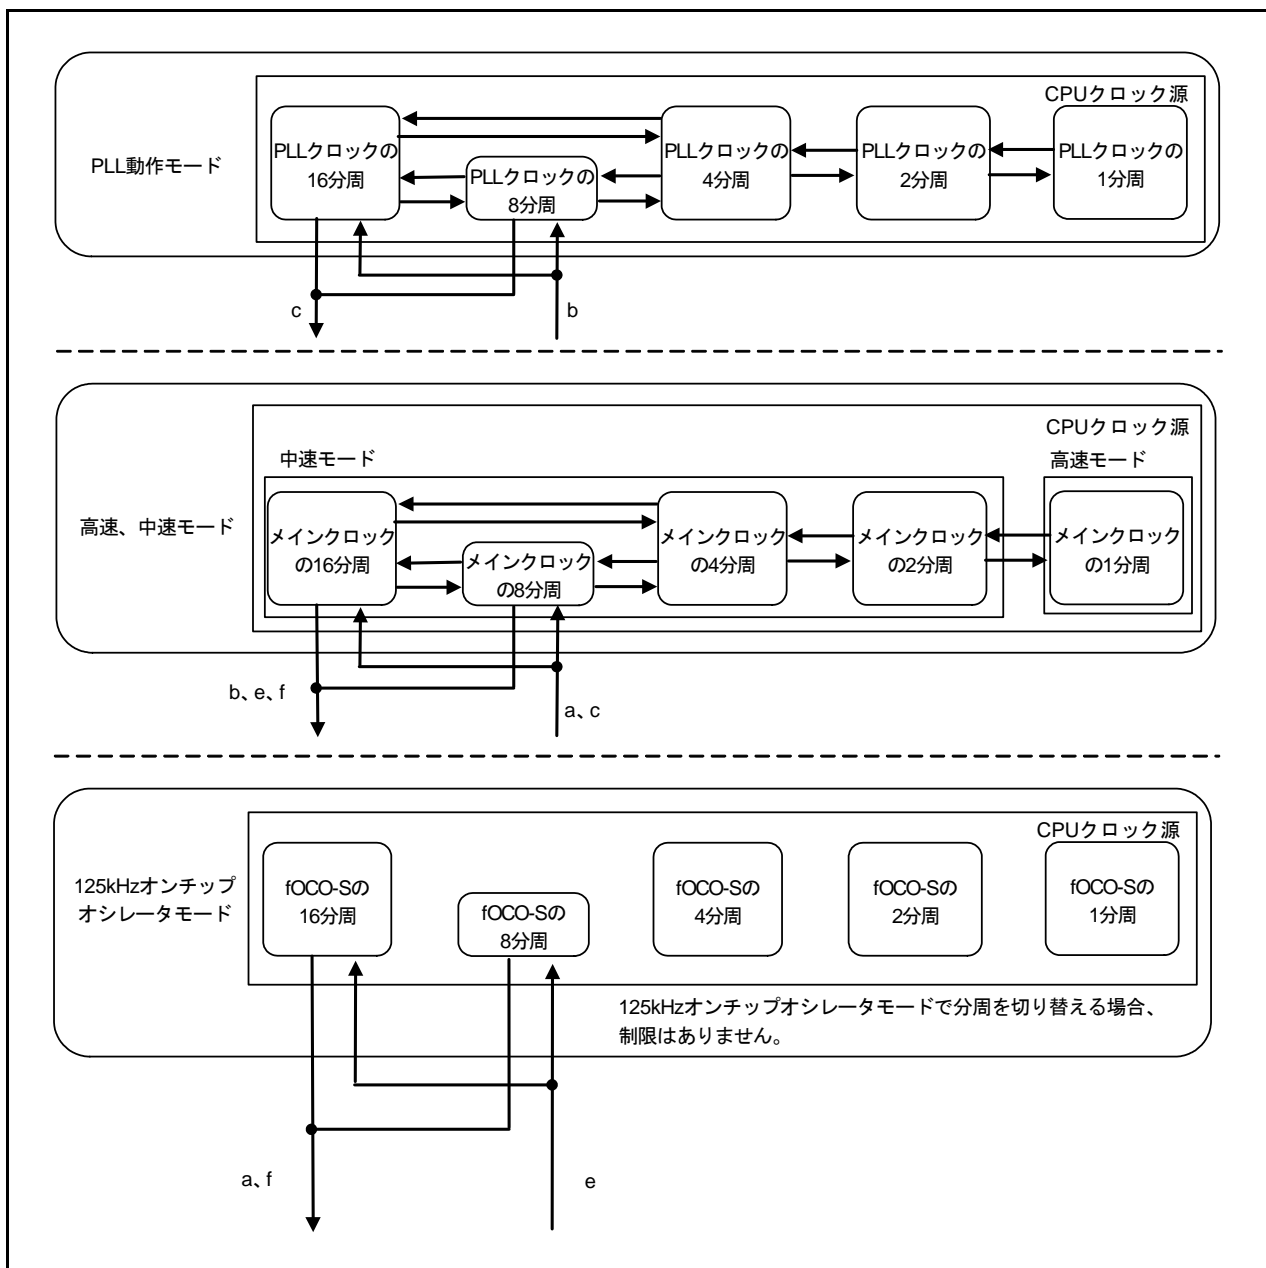

図 9.2 分周切り替えの状態遷移
- PLL動作モード、高速、中速モードで分周を切り替える場合は図 9.2 に示す順序で分周を切り替えてください。